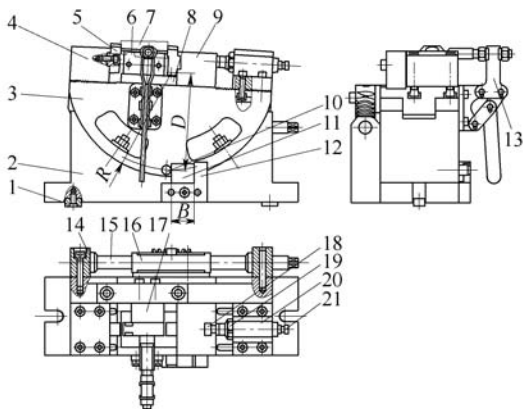

图3 夹具结构
夹具的基本结构及特点如图3所示。该夹具为单件装夹夹具,
(1) 夹具底座与旋转体的接触面采用弧形配合,使旋转体围绕夹具底座的圆心旋转,并通过双头螺栓和螺母来固定旋转体。在夹具底座及旋转体的后面装上蜗杆和蜗轮,当蜗杆转动时,蜗轮和旋转体同时转动,用此方法转动起来更加方便和快速。夹具底座在底部中间位置设计了安放块规的靠尺,旋转体中间下方安装了定位销,目的是将块规放入靠尺和定位销中间,可保证旋转体转动角度数值的准确性。改进后的夹具不再使用百分表来校正角度,而是按照正弦原理的方法来校正。定位销中心到旋转体中心和到靠尺接触面的数值都为整数,以方便计算块规的数值,这种方式既方便又准确,如图3主视图所示。旋转体的转动度数应根据叶片背径向角度的 θ 值,按正弦原理计算出所需要的块规尺寸。计算公式如下
(2) 叶片的装夹定位以装配内弧和出汽侧及叶片的前端面作为定位基准,叶片出汽边靠在侧面定位块的垂直平面上,装配内弧贴在型线垫块的型面上,前端面贴在夹紧块的前垂直面上,这样定位比较准确可靠。
(3) 在叶片侧面的压紧方式采用快速压紧器,优点是压把摆动幅度大,便于工件的拆装,操作方便、快速,也是对传统压板夹紧机构的改进。压紧力为400kg,夹紧可靠,自锁性好,如图3中左视图所示。在叶片端面的夹紧结构及方式采用液压夹紧,也是最主要的压紧面,如图3主视图、俯视图所示。结构类似一只小型的液压虎钳,固定钳座与油缸座的底平面上有齿形,可以调整两端之间的距离。活动钳座与燕尾槽导轨装配在一起,可保证活动钳座的直线运动。旋入式油缸的活塞前端面装上压紧头,然后再与活动钳座联接在一起,这
(1) 夹具在使用前首先要了解叶片的相关尺寸,再选择合适的定位元件及压紧元件,只要更换不同尺寸的夹紧块、型线垫块和侧面定位块,就可以加工不同大小的叶片。将选好的零件装到夹具的相应位置上,然后根据叶片的长度尺寸调整好固定钳座与活动钳座之间的距离,同时调整好快速压紧器上的压块与叶片之间的距离,等待使用。
(2) 根据叶片的 θ 值,计算出块规的尺寸,将块规放入靠尺与定位销之间,通过转动蜗杆,使蜗轮和旋转体一起转动,当定位销和块规以及靠尺全部紧密贴合在一起时停止转动,并用双头螺栓和螺母将旋转体固定在夹具底座上(见图3主视图)。
(3) 将液压泵的压力油管和油缸座上的快换接头联接,并调整好液压泵的工作压力,标准压力为25MPa,以备用。
(4) 使用时将叶片内弧面朝